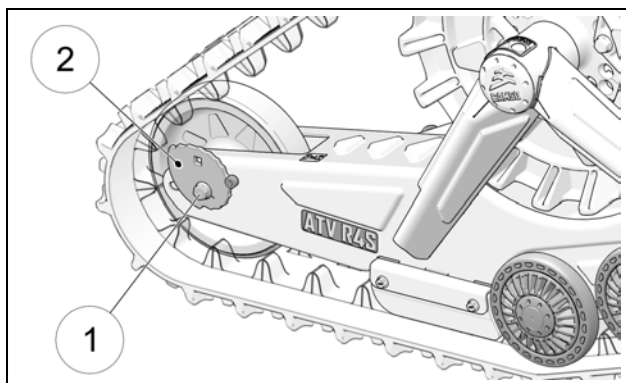

Figure 25
- Desserrer légèrement les deux boulons (1) d'arbre de roue, côté tendeur de chenille, afin de permettre aux cames tendeur (2) de tourner. Figure 25.